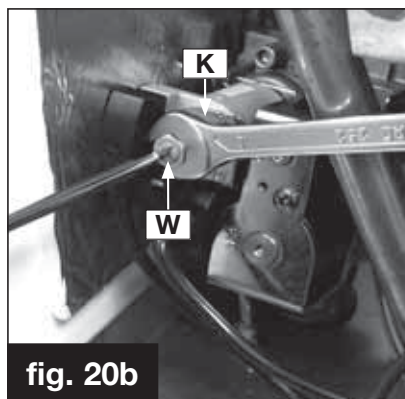

fig. 20b
- girando in senso ORARIO il dado K (esterno) la pressione agli ugelli aumenta, girando in senso ANTIORARIO la pressione agli ugelli diminuisce (fig.20b);